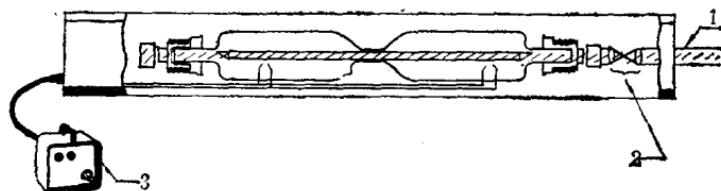

图2 准直激光器
一般将激光器安装在一个牢固的管状套内。（见图 2）管状套的作用如下：
2. 借助一个光学系统，使发散的光束聚集或“准直”成一束十分平行的光束。值得指出的是，光波绕一个物体边缘的转向与水波绕拐角转向十分相似。所以当光波通过一个小孔的边缘时，它会分裂。依靠改变仪器的部分反射镜的形状以及依靠如图 2 所示的附加准直透镜，就可以使光波接近于平行地折回。光学零件制造方面的限制以及由于通过大气产生的附加衍射，实际上难以获得一个理想的准直光束。